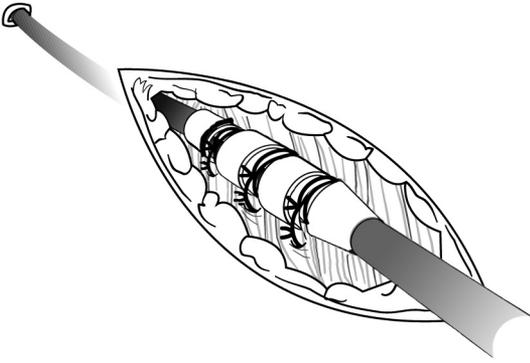

Figure 11. Exemple de manchon de suture, technique d'implantation percutanée
1. Peler la gaine du désilet et glisser le manchon de suture profondément dans les tissus (Figure 11 Exemple de manchon de suture, technique d'implantation percutanée en page 28).